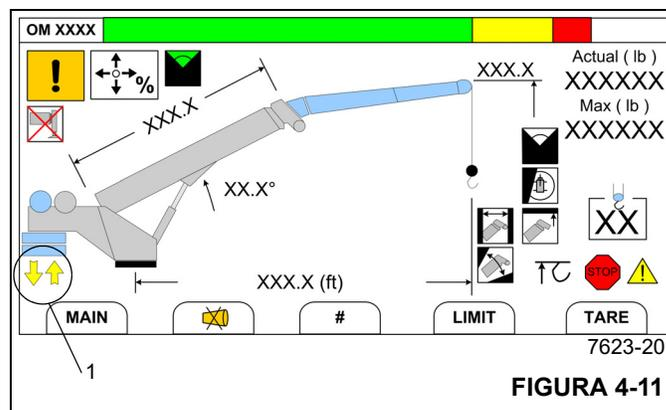

FIGURA 4-11
3. Coloque o monitor do console do operador na tela do Modo de operação RCL (Figura 4-11) (consulte *Seção 7, Limitador de capacidade nominal*).
4. Enquanto observa o monitor, gire a superestrutura até que o indicador de posição de giro de remoção do contrapeso (setas amarelas) (1, Figura 4-11) apareça no monitor, o que indica que a parte traseira da superestrutura está quase diretamente acima do contrapeso removível retraída na plataforma do transportador.
- 3. Coloque o monitor do console do operador na tela do Modo de operação RCL (Figura 4-11) (consulte *Seção 7, Limitador de capacidade nominal*).
4. Enquanto observa o monitor, gire a superestrutura até que o indicador de posição de giro de remoção do contrapeso (setas amarelas) (1, Figura 4-11) apareça no monitor, o que indica que a parte traseira da superestrutura está quase diretamente acima da área de retração do contrapeso na plataforma do transportador.